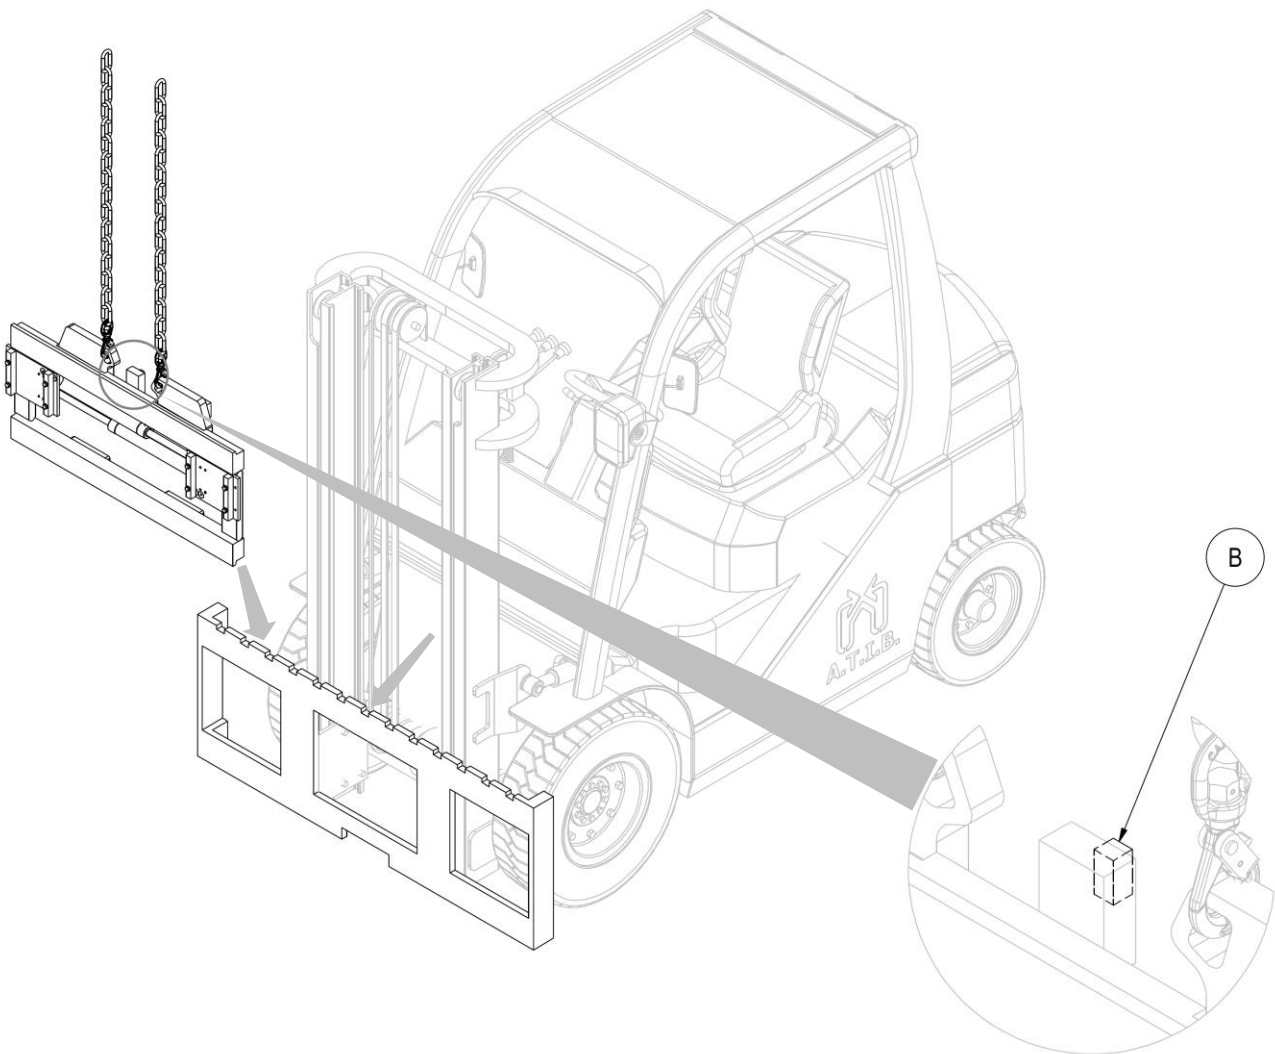

Abbildung 4
6. Dann haken Sie das Anbaugerät von oberen Greifpunkten ein und positionieren Sie es mittels eines Laufkrans oder eines Hebezeugs mit ausreichender Tragkraft auf dem Gabelträger. Bitte darauf achten, dass das Zentrierteil **B** in die mittlere Kerbe des Gabelträgers einpasst (siehe *Abbildung 4*).